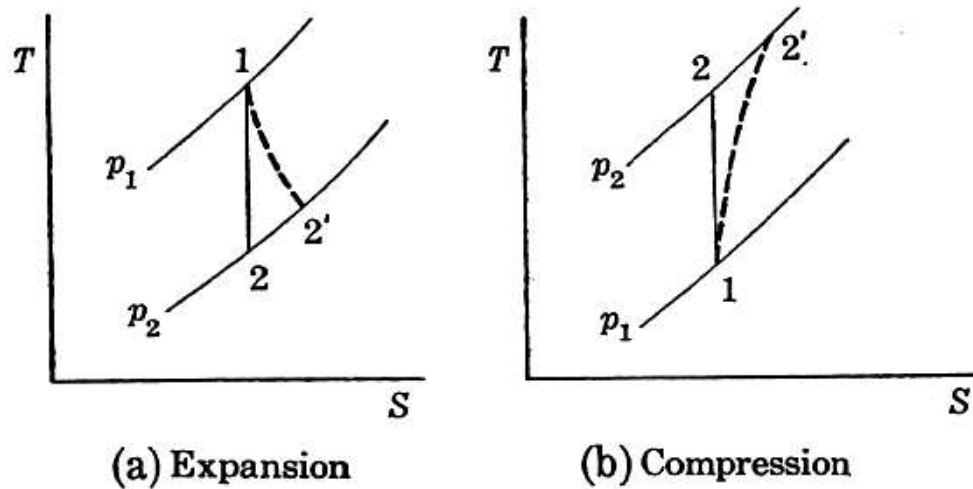

Figura 2.6 Proceso adiabáticos irreversibles (1 – 2') en el plano T-S.
- ➔ Ahora bien, para un gas ideal, el proceso de estrangulación, puede ser tan irreversible como uno adiabático puede serlo, ocurre a temperatura constante; representado por la evolución (1 – B) en la Figura 2.6.-
→ El punto 2' será el punto final real cuando el punto ideal final correspondiente sea 2 (véase Figura 2.6).